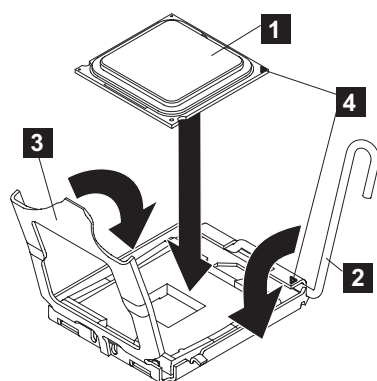

図 252. SAN ボリューム・コントローラー 2145-CF8 マイクロプロセッサ・ブラケット・フレームを閉じる
4. マイクロプロセッサとソケットを位置合わせするには、マイクロプロセッサ・ソケットの三角形の位置合わせ用切り欠きと、マイクロプロセッサの三角形の位置合わせマーク（図 252 の **4**）を使用します。また、切り欠きの位置も、マイクロプロセッサの位置合わせに利用してください。